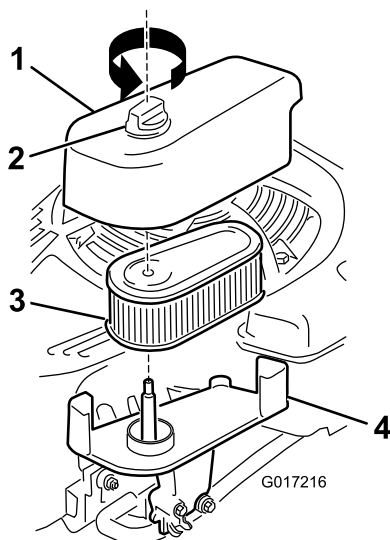

Figura 32
1. Desaperte os fixadores e retire a tampa (Figura 32).